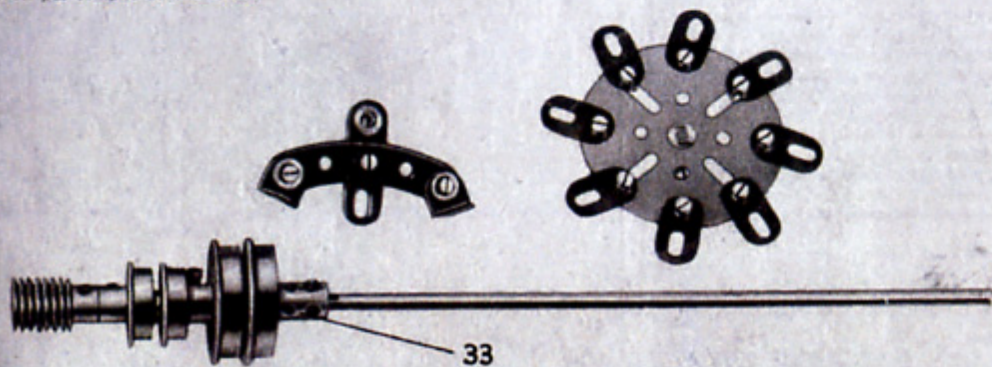

Fig. 9.12a
ÉCHAPPEMENT A ANCRE, ROUE A ROCHET, ET BALANCIER (Fig. 9.12a et 9.12d)
L'échappement (Fig. 9.12a), est constitué par une bande incurvée de 6 cm., à chaque extrémité de laquelle est boulonnée une équerre. La bande incurvée est fixée sur un bras de manivelle comme le montre la figure.
La roue à rochet (Fig. 9.12a) est constituée par un plateau central sur lequel sont boulonnés huit supports plats. Ces supports plats sont solidement fixés sur le pourtour du plateau central avec une certaine inclinaison comme le montre la figure.
Le balancier (Fig. 9.12a) est une tringle de 20 cm., qui porte un accouplement (33). Une tringle de 6 cm., est fixée dans cet accouplement et porte une lentille de balancier constituée par deux roues à boudin de 28 mm., deux roues à boudin de 19 mm., et une vis sans fin.